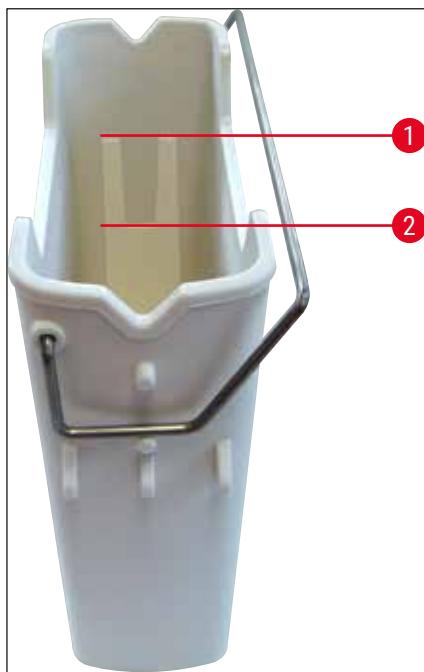

Рис. 67
4. Проверьте, достаточный ли уровень заполнения (→ Рис. 67) и не загрязнен ли реагент. В случае загрязнения перед повторным заполнением необходимо заменить ксилол (→ с. 42 – 4.6.3 Подготовка кюветы для реактивов, заполнение и установка в загрузочное устройство) и очистить кювету для реактивов.